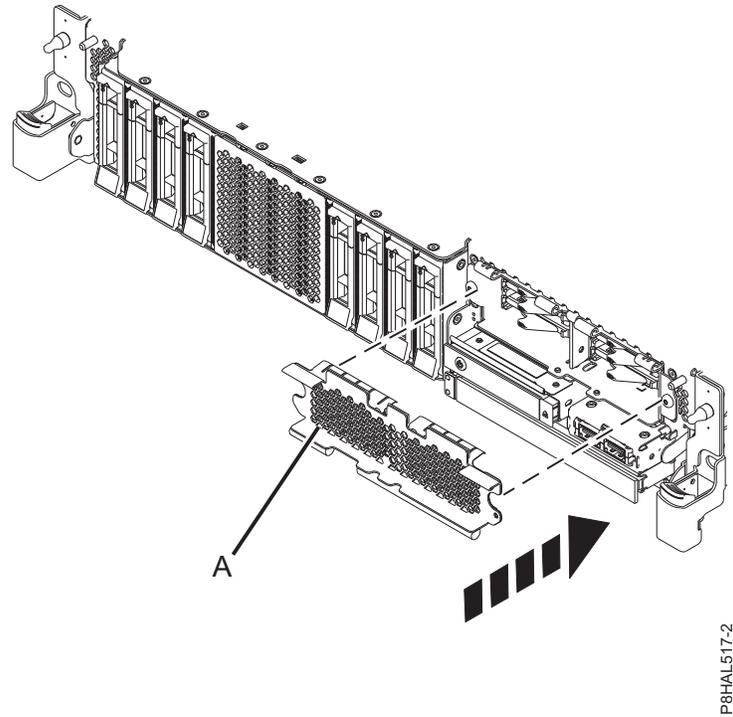

図 69. 拡張機能 システム内の SSD ケージのカバー
3. 該当する場合は、77 ページの図 69 に示すように穴開きプレート (A) で SSD ケージを覆います。